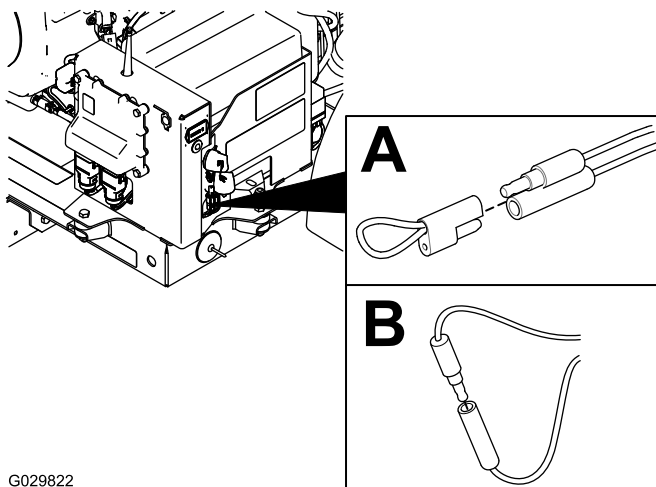

Figure 40
2. Enlevez le bouchon captif sur les 2 prises shunt de diagnostic (Figure 40, A).
3. Branchez ensemble les prises shunt de diagnostic (Figure 40, B).